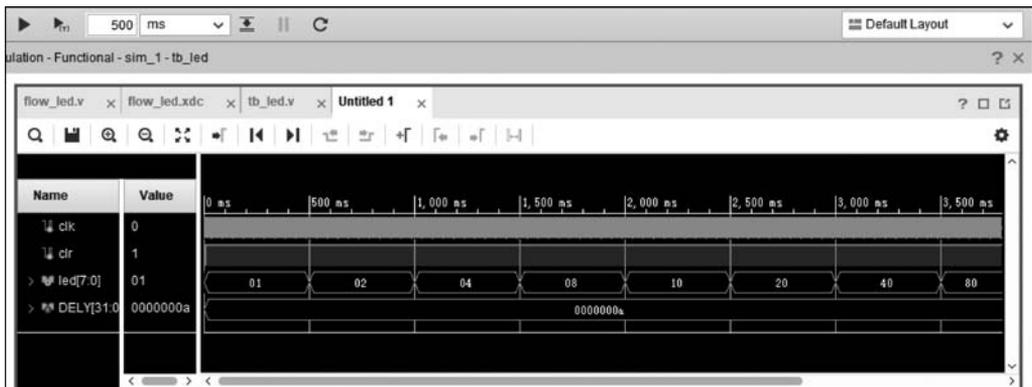

图 3.20 行为仿真波形图
(7) 最终得到的仿真波形如图 3.20 所示,检查此波形是否与预想的功能一致,以验证源设计文件的正确性。